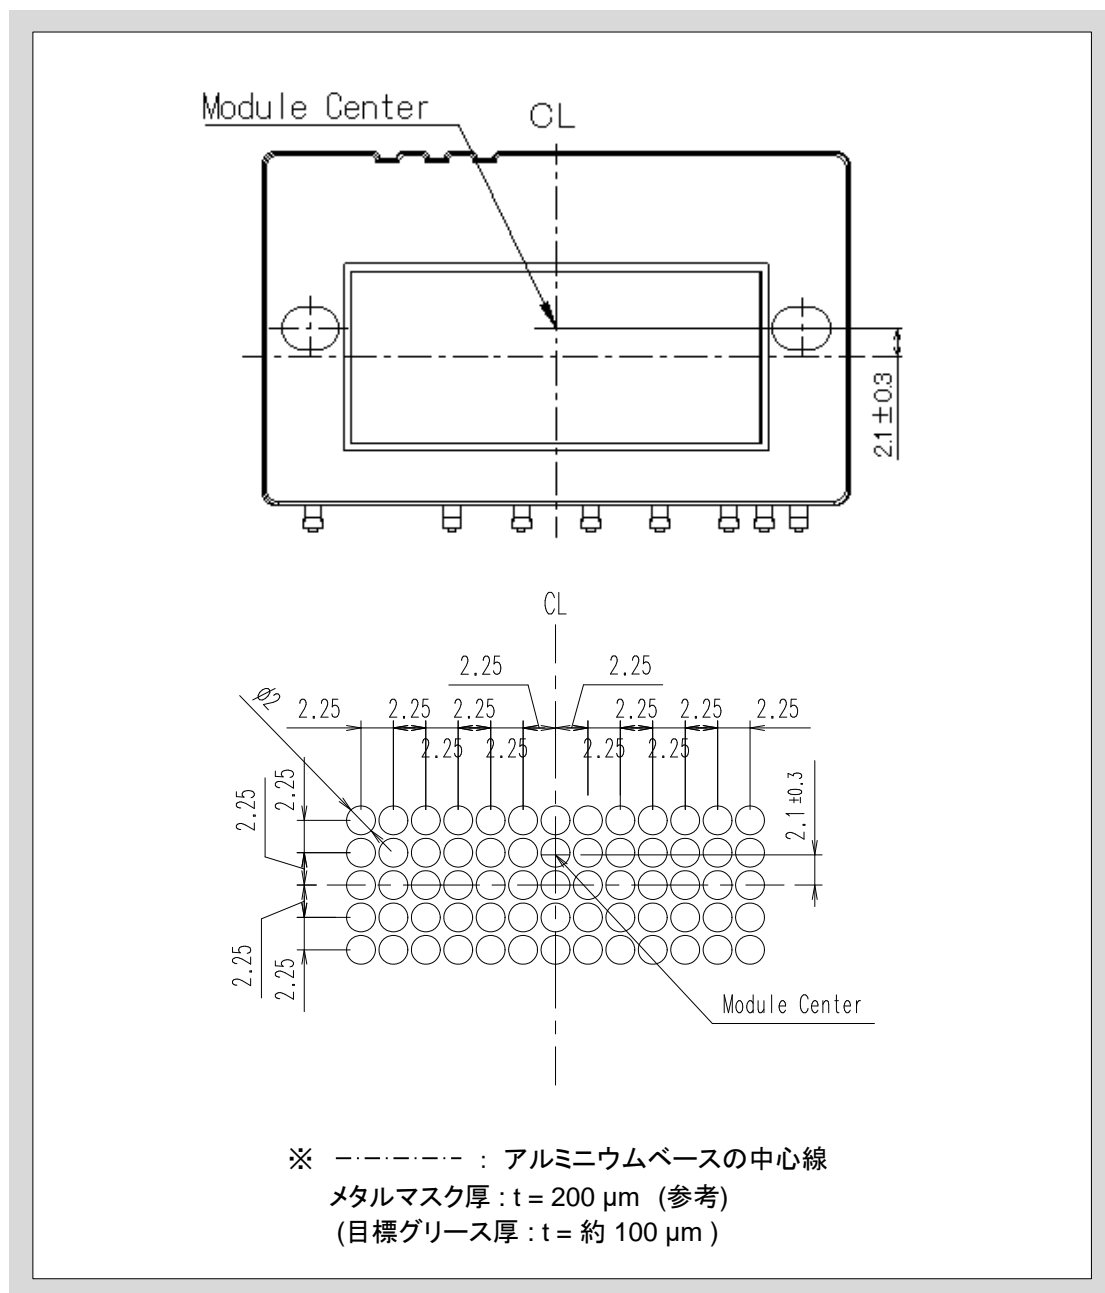

図8-1 サーマルグリース塗布用ステンシルマスク図面
- 図8-1はアルミニウムベース面から見た図を示しています。dxfファイルが必要な場合にはお問い合わせください。